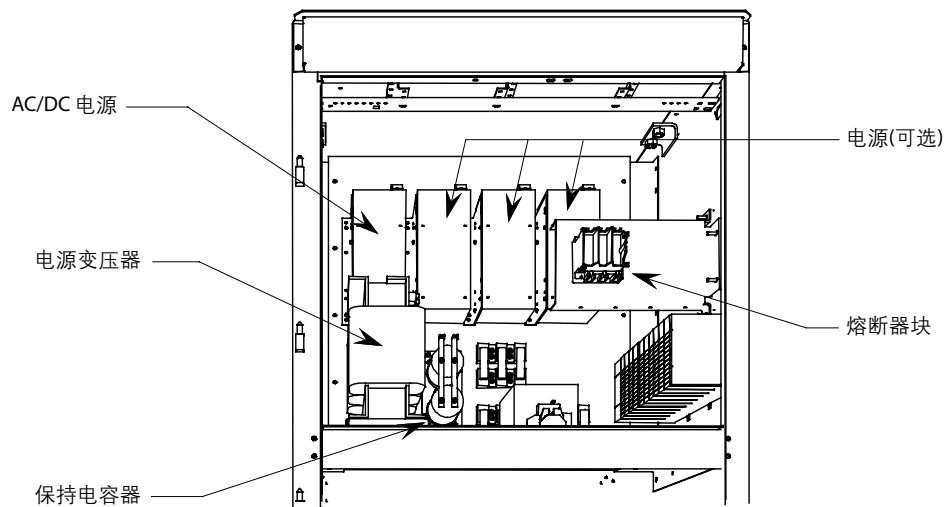

图 5.51 - 低压面板上 AC/DC 电源的更换
端子连接点如图 5.51 所示。
3. 按照图 5.51 所示卸下两个 M6 螺栓。
7. 按照步骤 5、4、3、2、1 的顺序重复这些步骤来更换设备(请参阅图 5.51)。